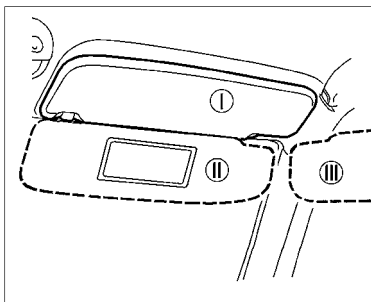

Рис. 19. Противосолнечный козырек
**Противосолнечные козырьки** в зависимости от направления лучей солнца можно установить из положения I (рис. 19) в положения II или III. **В варианном исполнении** противосолнечный козырек пассажира имеет зеркало с внутренней стороны.